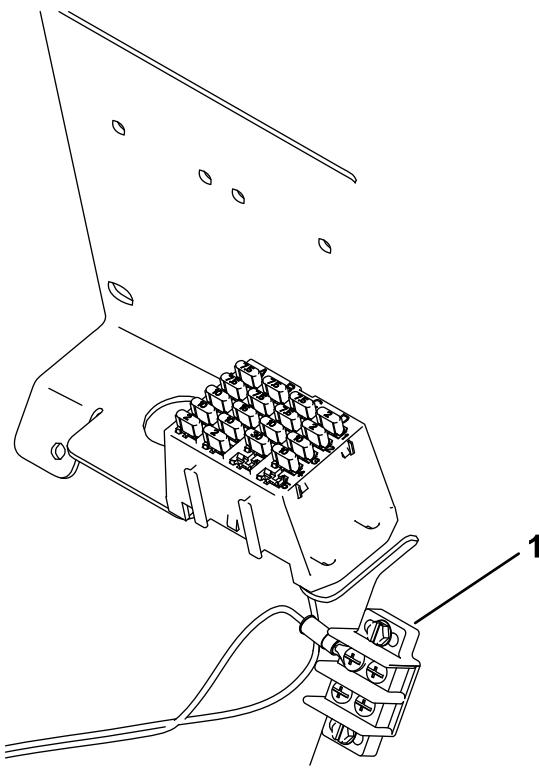

Figura 6
5. Fissate il connettore con terminale ad anello a un terminale libero sulla morsettiera di messa a terra (Figura 6).